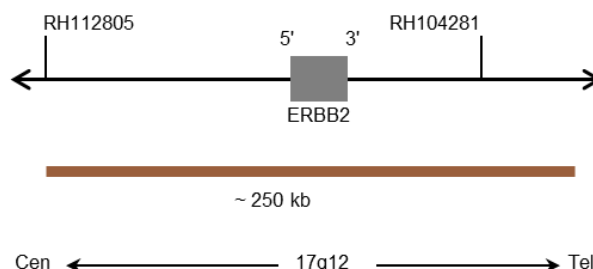

Abb. 1: SPEC ERBB2 Sondenlokalisation (nicht maßstabsgetreu)
- Digoxigenin-markierten Polynukleotiden (~1,8 ng/μl), die gegen Sequenzen in 17q12* (chr17:37,725,661-37,973,541) gerichtet sind (siehe Abb. 1).